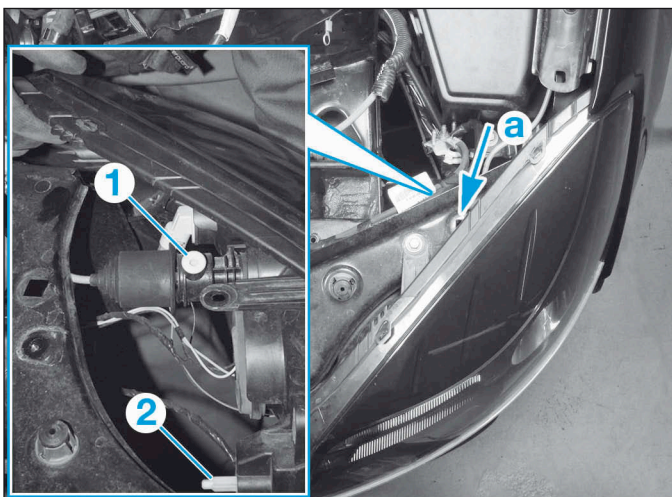

FIG.36
- Effectuer à l'aide d'un appareil de contrôle et réglage des projecteurs (Fig.36) :
- Le réglage en site du projecteur en actionnant la vis (1), en passant par l'orifice (a).
- Le réglage latéral du projecteur en actionnant la vis (2).